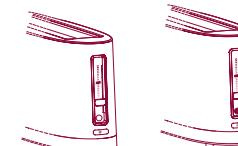

Fig. 8
- Premete il tasto DEFROST : la luce integrata si accende (fig. 8).